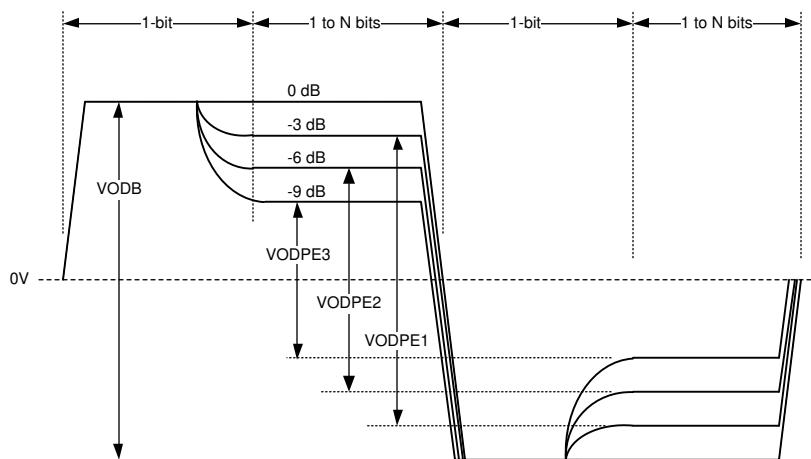

图 7-2. 驱动器预加重差分波形 (显示全部 4 个预加重级别)
输出驱动器具有预加重功能 (驱动器侧均衡)，用于补偿其驱动的背板的传输损耗。驱动器会调节输出信号，以便较低频率的脉冲和较高频率的脉冲在背板末端达到大致相同的振幅，从而尽可能减小由幅度视差引起的确定性抖动。DS40MB200 提供四个级别的用户可选预加重，即 0、-3、-6 和 -9dB，可处理不同的背板长度。图 7-2 显示了驱动器预加重波形。预加重持续时间标称值为 200ps，对应于 4Gbps 时的 0.8 单位间隔 (UI)。开关侧和线路侧的预加重电平可以单独编程。